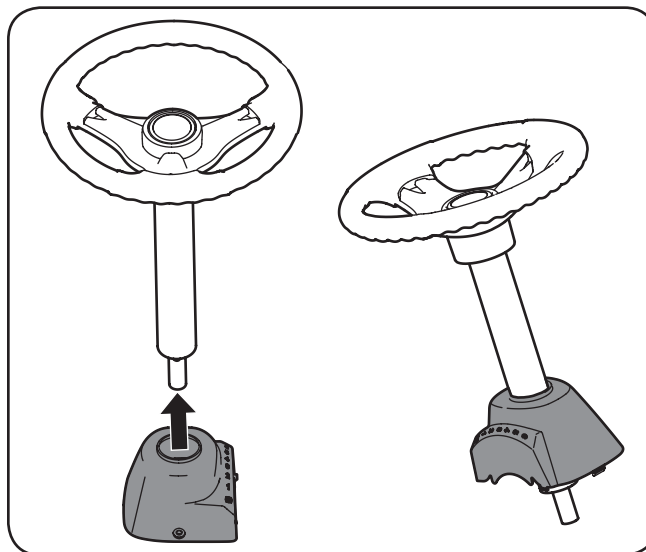

Figura 3-1
1. Deslice la tapa del pedestal sobre el eje de la dirección de manera que dicho eje se instale en el tractor, la tapa del pedestal quedará vertical como se indica en la Figura 3-1.